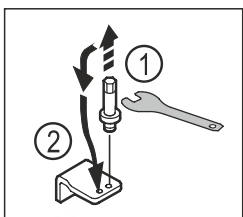

Fig. 21
- ▶ Bolzen des unteren Lagerbocks mit Außensechskantschlüssel SW5 herausdrehen. Fig. 21 (1)
- ▶ Bolzen auf der Gegenseite einsetzen. Fig. 21 (2)